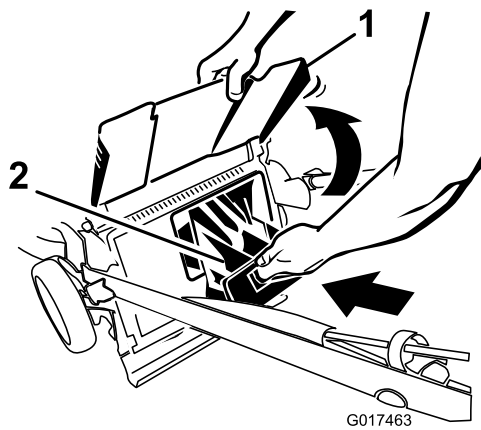
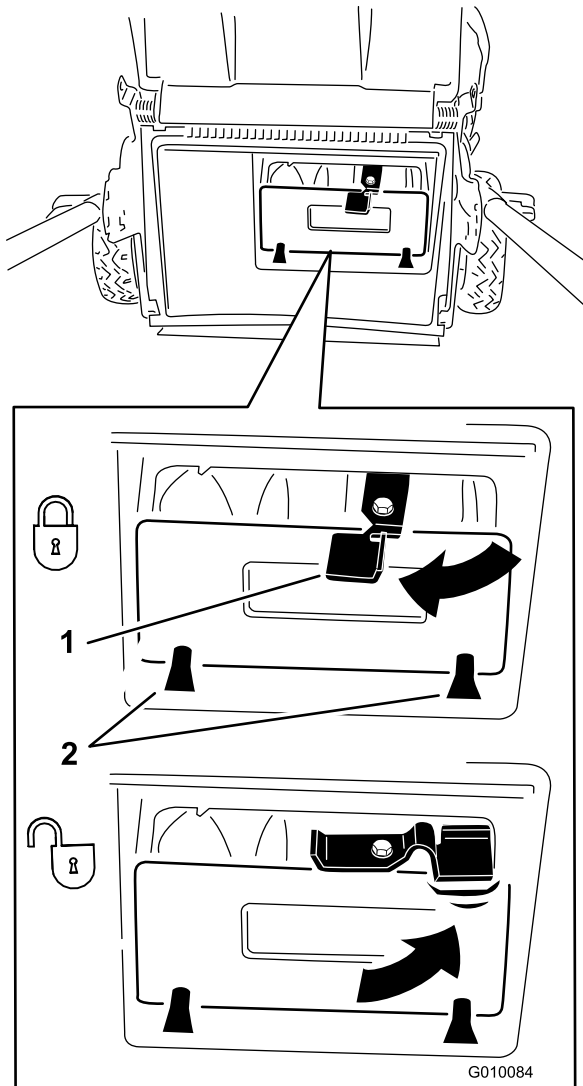

Figura 19
Figura 20
**Importante:** Asegúrese de que el tapón de descarga trasera está bloqueado en su sitio. Para bloquear el tapón: Levante el deflector de descarga (Figura 19), introduzca el tapón y presione firmemente hasta que encaje detrás de las pestañas, y gire la palanca del tapón a la izquierda (Figura 20).
**Nota:** Para desbloquear el tapón, gire la palanca del tapón a la derecha (Figura 20).